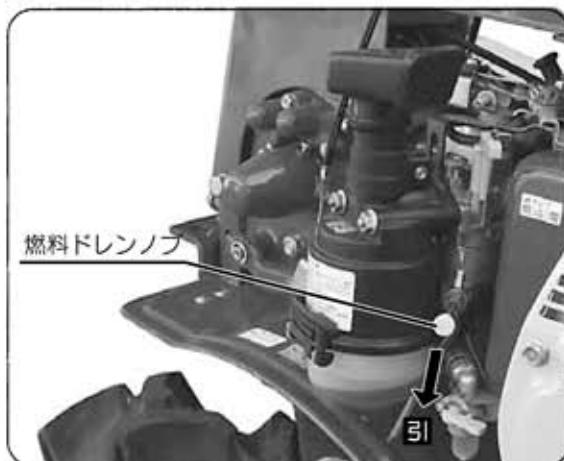

図56
## (4) 燃料の抜取り(図56)
- ① エンジンを30日以上使わないときは、燃料変質による始動不良等を防止するために、燃料ドレンノブを引いて、気化器内と燃料タンク内の燃料を抜いてください。